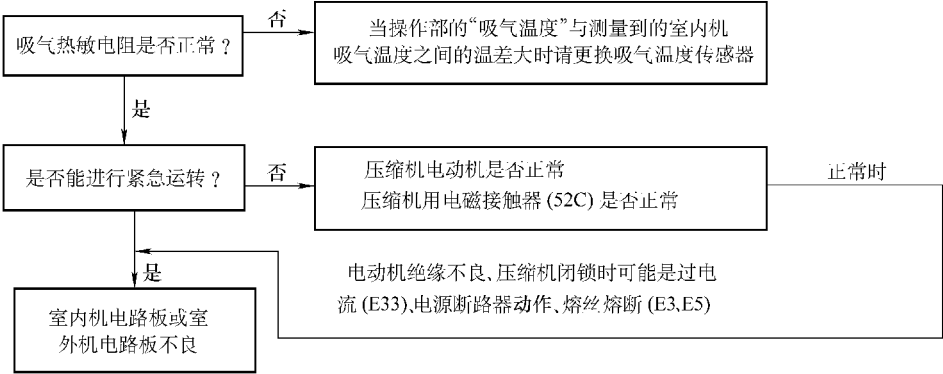

图 19-7 压缩机不运转但无异常信息显示的检修流程
2. 压缩机不运转但无异常信息显示的检修流程（见图 19-7）